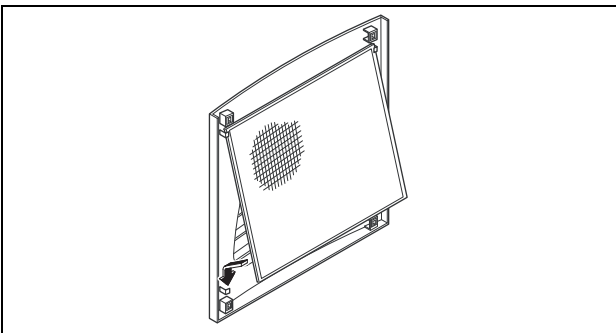

Bild 26: Montera filtermattan
- Lägg filtermattan som visas i bild 26 i lamellgallret och tryck fast den på skåpet.